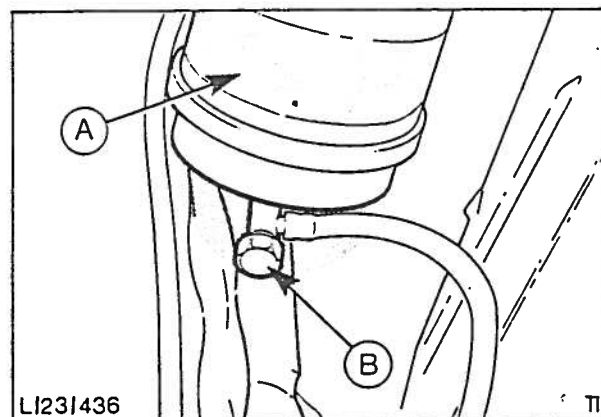

Fig. 55 Filter.
3. Plasser et tappekar under filteret og tapp enheten, fig. 55.